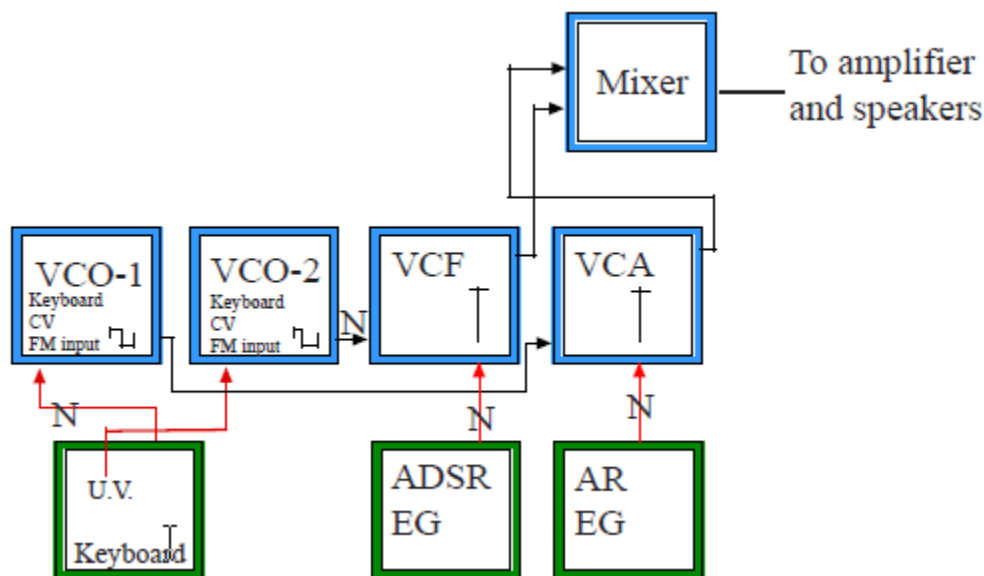

Figura 13-4: Un parche duofónico de teclado.
Uno debe comenzar por decidir qué oscilador(s) se quiere utilizar para la voz superior, y cuál se utilizará para la voz inferior. Si se utilizan tres osciladores, una voz será naturalmente más fuerte, ya que una voz sonará con dos osciladores y la otra sólo tendrá uno. Para los propósitos de este ejemplo, a cada voz se le asignará un solo oscilador (**Figura 13-4**).
2. Crea el parche duofónico que se muestra en esta sección (**Figura 13-4**). Prueba a tocar dos melodías de una sola nota a la vez y observa lo que ocurre cuando sólo se está reproduciendo una nota. [*Pista 75 del CD*].